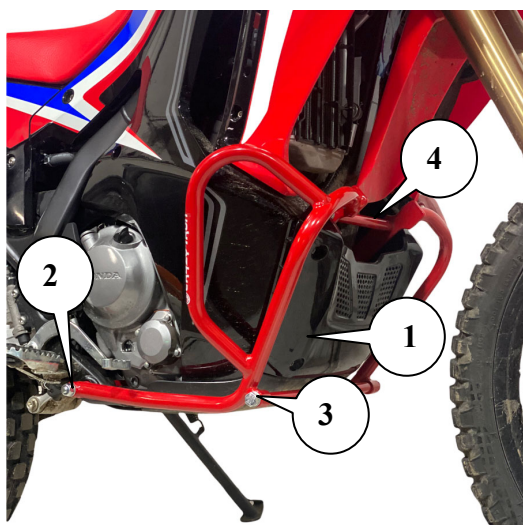
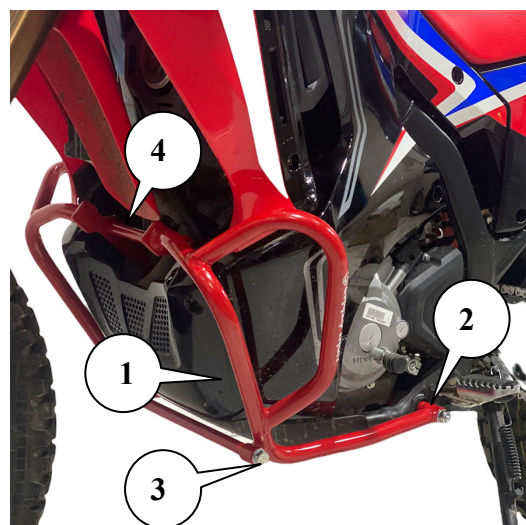
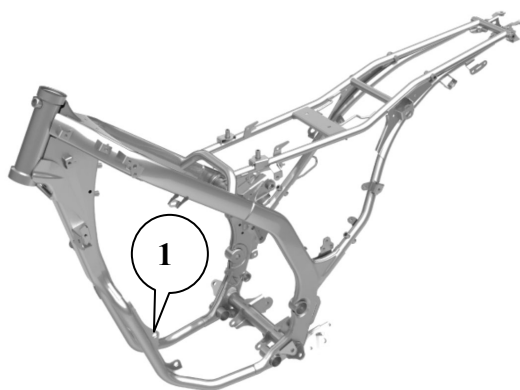

Рис.1. Установленные дуги вид справа
Рис.2. Установленные дуги вид слева Рис.1.
Рис.3. Точка крепления №1 на раме CRF300
**на рис.1 и рис.2 вышеуказанный болт скрыт кожухом. Более подробно точка крепления указана на рис.3*
2. Приложите правую половину дуги к правой стороне мотоцикла, как это показано на рис.1
8. Используя крепеж для позиции 3, таблицы №2, соедините правую и левую половины дуг между собой нижней соединительной трубкой L=300 в точке №3 (см.рис.1 и рис.2)
9. Аналогично пункту №8, используя крепеж для позиции 4, таблицы №2, соедините правую и левую половины дуг между собой верхней соединительной трубкой L=175 в точке №4 (см.рис.1 и рис.2)
11. Установите декоративные защитные колпачки на гайки, для точек крепления №2 (см. рис.1 и рис.2).